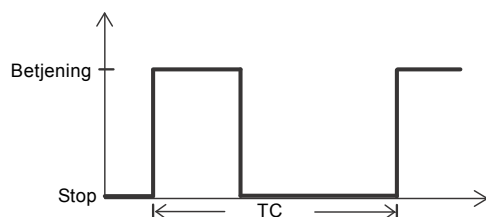

Fig. 17 S3-drift
S3-drift består af en række identiske driftscyklusser (TC) med konstant belastning i en periode efterfulgt af en hvileperiode. Der opnås ikke termisk ligevægt under cyklussen. Se fig. 17.